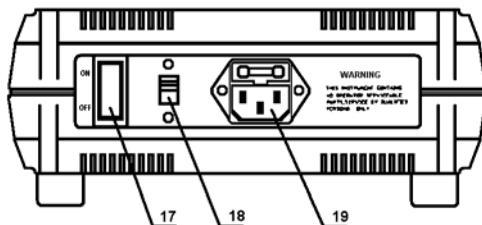

Рисунок 4. Задняя панель.
- (11) Кнопка "RUN": нажатие этой кнопки завершает процедуру выбора формы сигнала или диапазона и переключает дисплей на отображение частоты и амплитуды выходного сигнала.
- (12) Кнопка "RESET": нажатие этой кнопки загружает начальные заводские установки формы сигнала или диапазона.
- (13) Светодиод "Hz": индикатор единиц измерения Гц.
- (14) Светодиод "KHz": индикатор единиц измерения кГц.
- (15) Светодиод "mVp-p": индикатор единиц измерения  $mV_{\text{пик-пик}}$ .
- (16) Светодиод "Vp-p": индикатор единиц измерения  $V_{\text{пик-пик}}$ .
- б. Задняя панель: (рис. 4).